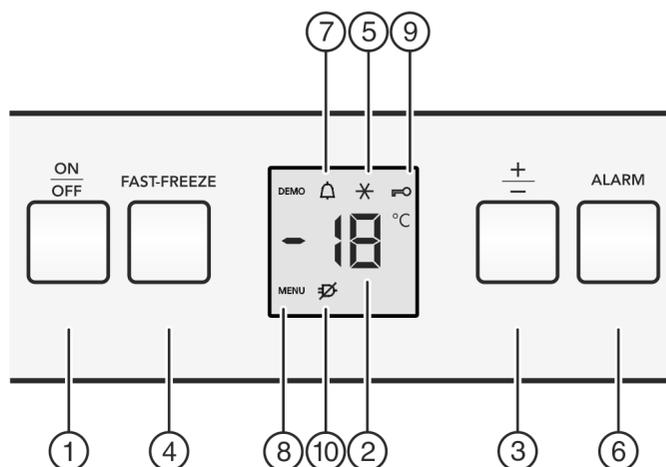

Fig. 2
- ▶ Appuyer sur la touche On/Off Fig. 2 (1).
- ▷ L'appareil est enclenché. L'affichage de la température et le symbole Alarme Fig. 2 (7) clignotent jusqu'à ce que la température soit suffisamment froide.
- ▶ Appuyer environ 5 secondes sur la touche Fast-Freeze Fig. 2 (4).
- ▷ Le symbole Menu Fig. 2 (8) apparaît dans l'affichage.
- ▶ Confirmer brièvement avec la touche Fast-Freeze Fig. 2 (4).
- ▷ Le symbole Sécurité enfant Fig. 2 (9) s'allume dans l'affichage.
- ▶ Appuyer brièvement sur la touche On/Off Fig. 2 (1).
- ▶ Appuyer sur la touche Alarme Fig. 2 (6).
L'affichage de la température clignote en même temps que le symbole Alarme Fig. 2 (7).
L'avertisseur sonore s'éteint automatiquement et le symbole Alarme Fig. 2 (7) et l'affichage de température arrêtent de clignoter lorsque la température est de nouveau suffisamment froide.